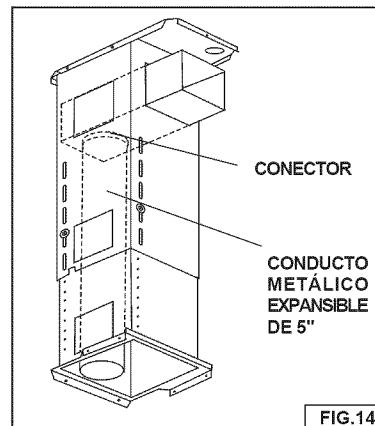

FIG.14
4. Monte el conector de conductos de 5" de diámetro al pleno. Gire y bloquee para fijar. Fig. 14.
5. Fije el conducto expansible **metálico** de 5" de diámetro al pleno. Cuando se tire del mismo, debe ser suficientemente largo para llegar a la parte inferior del armazón de soporte. Fig. 14.